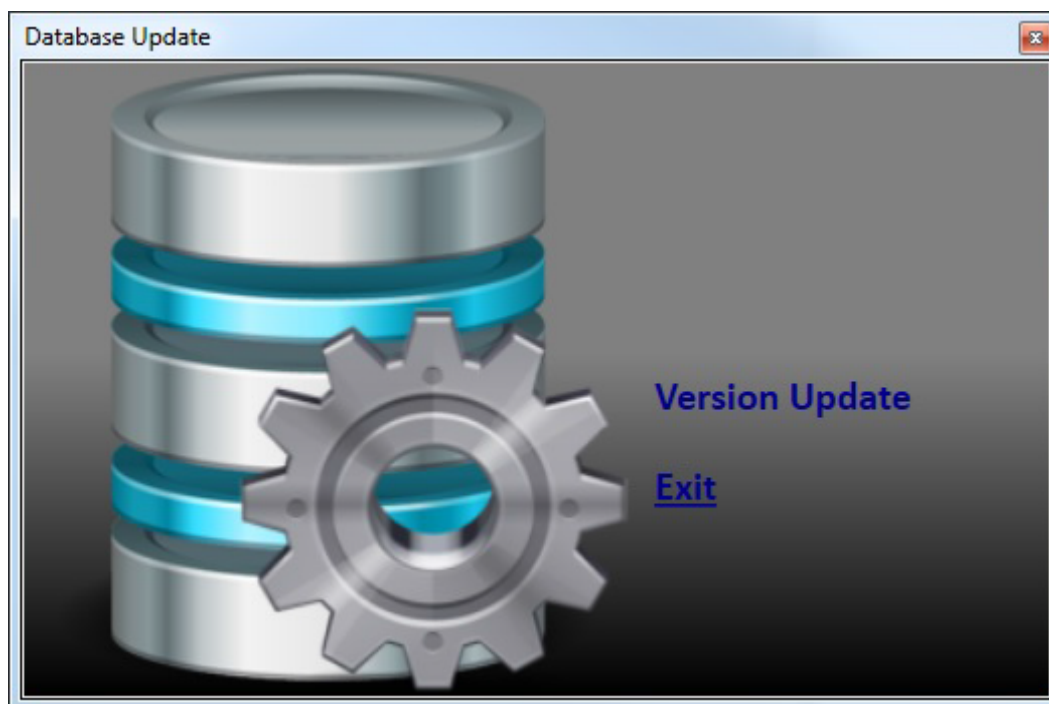

Figure 4-36
1. 单击数据库修补选项，打开下面的屏幕（见图 4-36）。
- 当按退出键后返回到图4-36，再次按下退出后返回到主屏幕。